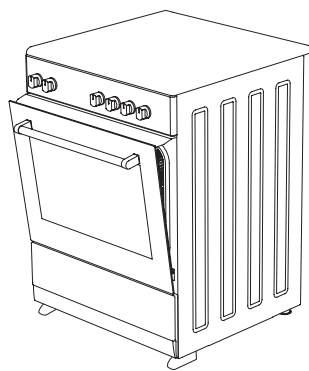

Рис. 27
4. Затем закрепите защитную панель между духовкой и передней крышкой, осторожно закрыв крышку. (рисунок 27)